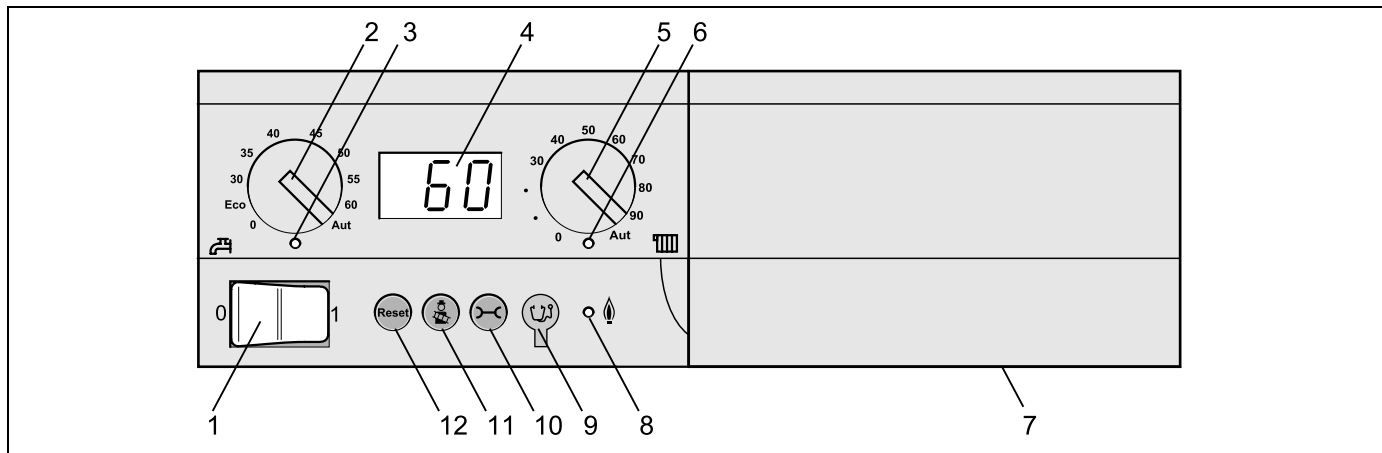
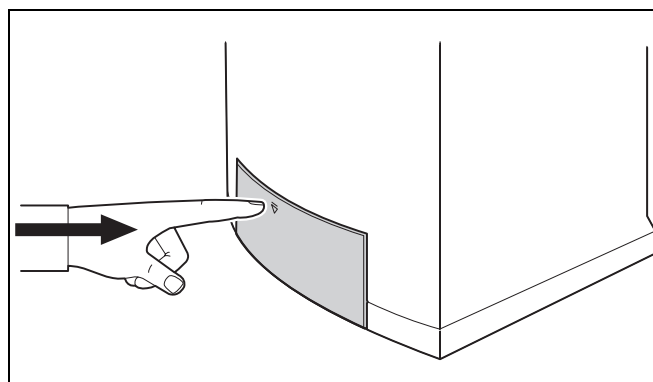

Fig. 1 Regolatore di base BC10 - elementi di servizio
Fig. 2 Apertura e chiusura del pannello di servizio
- Aprire il pannello di servizio premendo brevemente (fig. 2). Il cassetto si apre. Il pannello di servizio è costituito dal regolatore di base BC10 (fig. 1); accanto a destra può essere montata un'ulteriore unità di servizio RC (ad esempio, RC30). È anche possibile installare l'unità di servizio RC in una stanza d'abitazione, in modo da controllare comodamente l'impianto di riscaldamento dall'interno dell'appartamento.